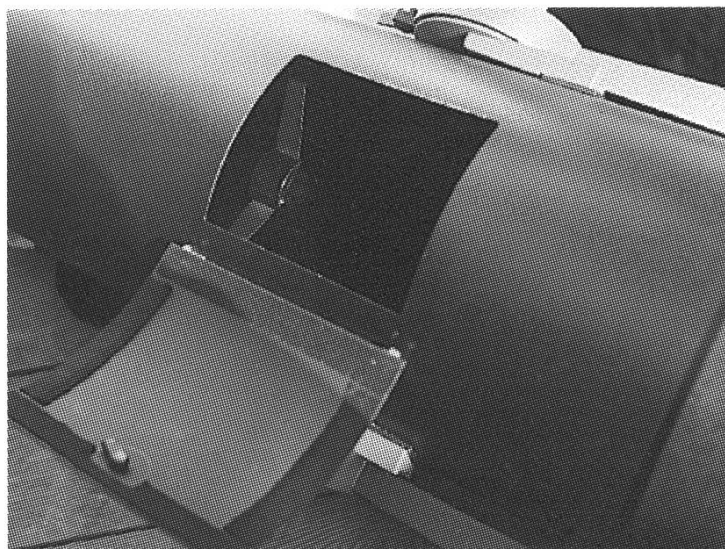

Abb. 4: Klappe für den Zugang zur Fokalebene.
in einer dreiarmigen Spinne befestigt. Spinne und Fassung des Hauptspiegels sind mit drei Invar-Stäben (4) verbunden. Da Invar praktisch keine Wärmeausdehnung besitzt, ist die Justierung der Filmkassette temperaturunabhängig gewährleistet. Die Filmkassette wird durch eine seitlich am Tubus angebrachte Türe (5) (Abb. 4) montiert. Die Brennweite der Kamera beträgt 30 cm.